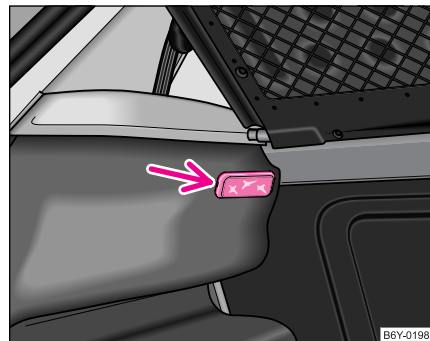

Fig. 185 Desmontar la luz del maletero
- Introduzca un destornillador en la ranura junto a la lámpara ⇒ fig. 185. Sacar la lámpara, apalancándola con cuidado.